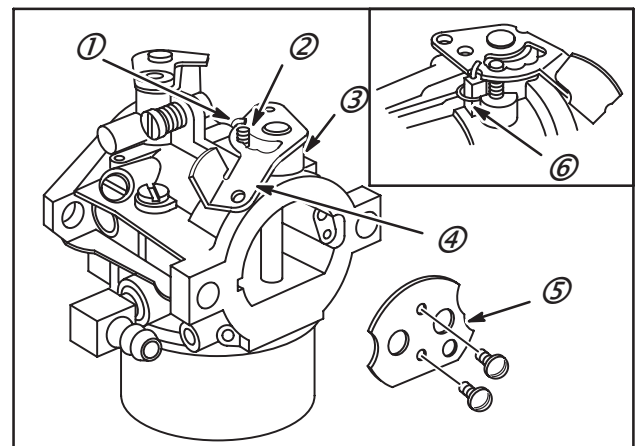

Fig. 114
1. Poser le joint en mousse et le ressort de rappel sur l'axe de starter en accrochant le petit crochet (1) à l'encoche du levier de starter, Fig. 114, vue détaillée.
3. Si le carburateur est équipé d'un starter avec un ressort d'arrêt, aligner le ressort (2) et l'encoche sur la chape (4).
4. Placer le volet de starter (5) sur l'axe avec l'encoche unique sur le bord tourné vers l'arrivée d'essence. Deux bossages en demi-lune contribuent à positionner le volet sur l'axe.